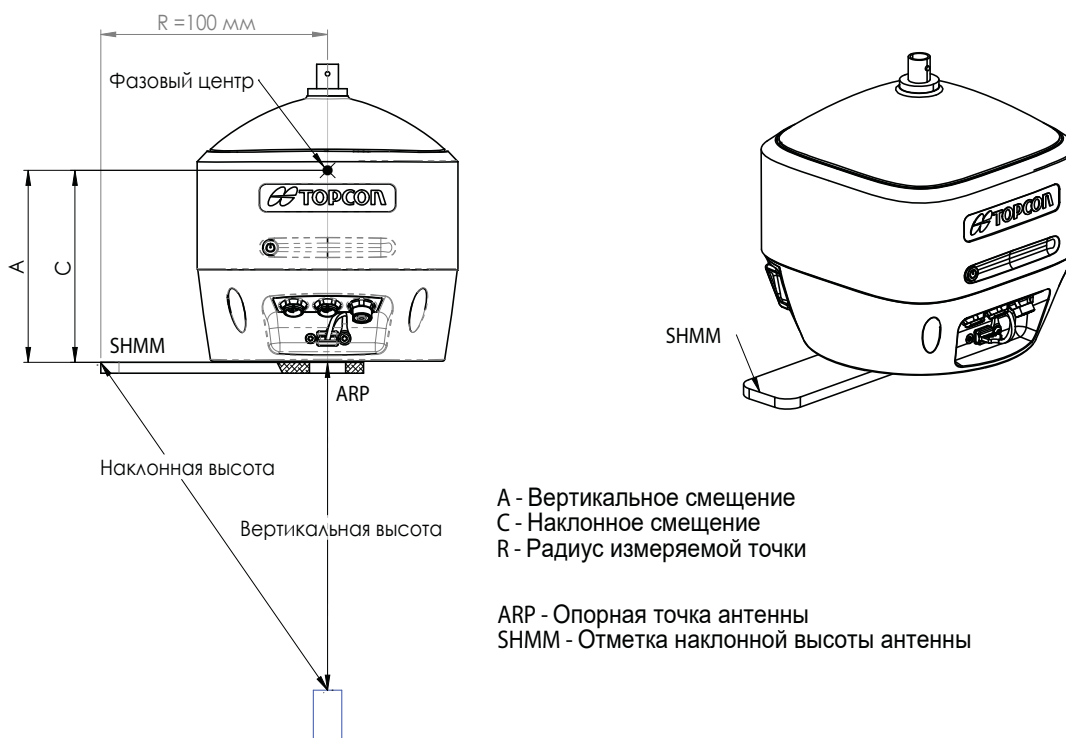

Рис. 33: Измерения смещения антенны приёмника HiPer HR
1. Измерьте высоту антенны (наклонную или вертикальную) над контрольной точкой или точкой наблюдения. Можно измерить либо вертикальную высоту опорной точки антенны (ARP) от нижней части антенны на основании крепёжной резьбы, либо наклонную высоту антенны до нижнего края отметки наклонной высоты антенны (Slant Height Measurement Mark (SHMM)) на боковой стороне приёмника (Рис. 33).